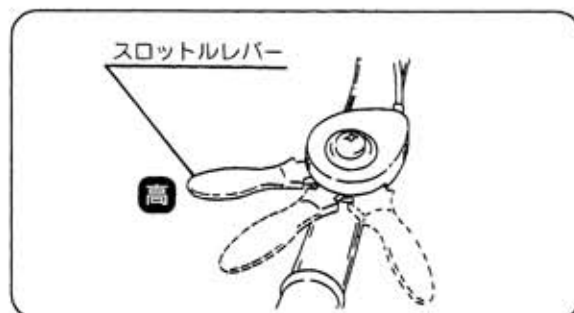

図13
- ① スロットルレバーをゆっくり [高速] 位置にします。(図13)